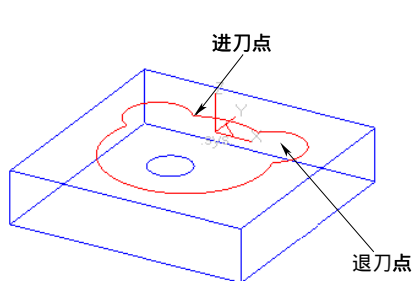

图 8-23 选择进刀点和退刀点
7) 系统提示拾取进刀点，拾取图 8-23 所示的进刀点，然后系统提示拾取退刀点，拾取图 8-23 所示的退刀点。